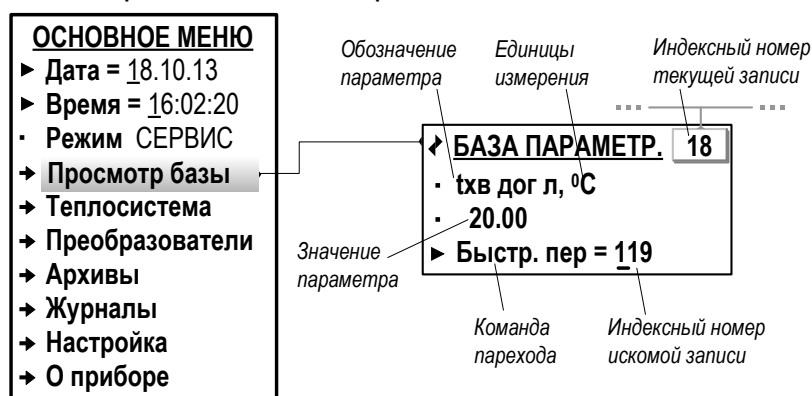

Рис.46. Вид окна индикации базы параметров (режим СЕРВИС).
7.9.4.1. Значения параметров, вводимых в ТВ при настройке (либо устанавливаемых автоматически), фиксируются в базе, одно из окон индикации которой показано на рис.46.